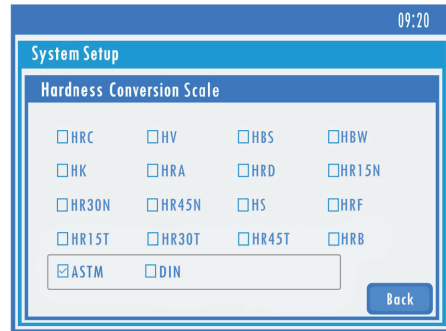

Fig 5-3 Conversione di durezza e standard
1. **[Scala di conversione]:** Fare clic sulla casella a destra della scala, è possibile selezionare 2 scale alla volta: HRC, HV, HBS, HBW, HK, HRA, HRD, HR15N, HR30N, HR45N, HS, HRF, HR15T, HR30T, HR45T, HRB, vedere Fig. 5-3.
2. [Scala di conversione]: Sotto le scale di conversione sono presenti 2 opzioni, ASTM e DIN. vedere Fig. 5-3.
2) Selezionare la scala di conversione di durezza, vedere Fig 5-3.